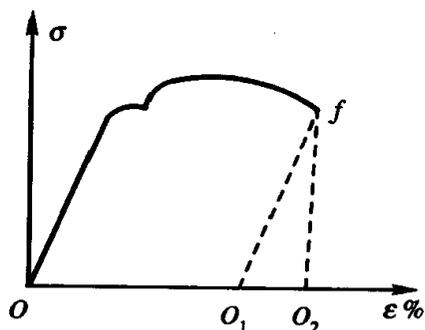

图 1-1
1. 图 1-1 所示为低碳钢试件的应力—应变曲线, 在 f 点试件被拉断, 图中代表材料延伸率的线段是_____。